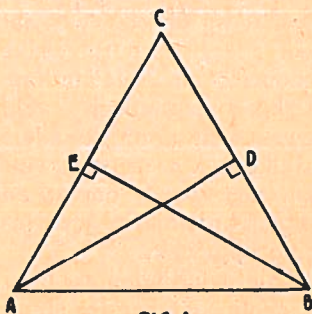

FIG.1
6. Fig 1. Gegeven: Driehoek ABC is gelijkbenig (fig 1); $AD \perp BC$; $BE \perp AC$. Te bewijzen: $AD = BE$.